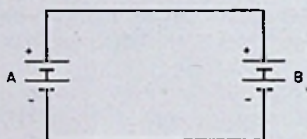

Fig.2
- Twee batterijen, A en B, zijn door koperdraden onderling verbonden, zoals in fig. 2 is aangegeven.